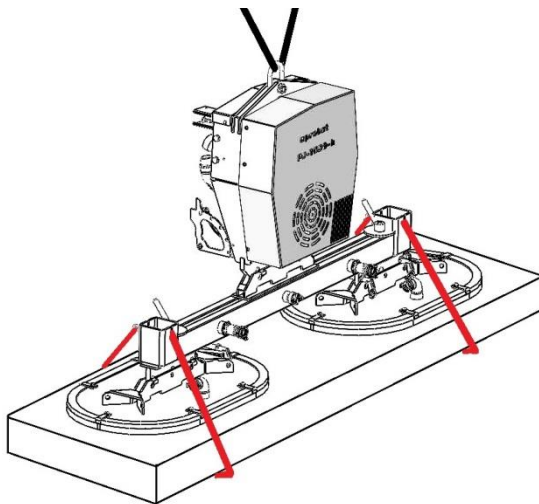

Abb. 1
Die Saugplatten müssen immer den gleichen Abstand (A) zur senkrechten Mittelachse der Traverse haben (siehe Abbildung 1).
- Beide Lastsicherungsketten auf der anderen Seite des Gerätes **straff** einhängen, wie im Bild 1 dargestellt. (Kettenenden in den Kettenkästen verstauen).
- **müssen straff an der Last anliegen**, damit bei **Vakuumausfall/Verlust** (z.B. bedingt durch Energieausfall) die Last durch die Lastsicherungsketten gehalten wird (Abb. 1).